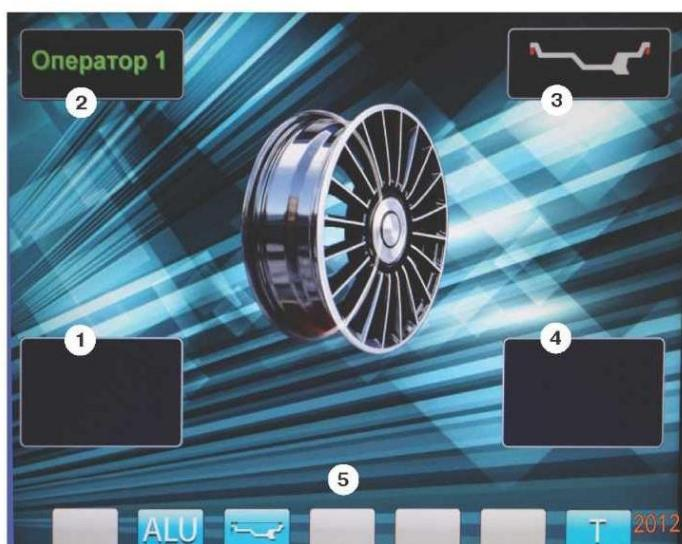

рис.8.2.
8.3. После включения питания СБ на экране монитора отображается фирменная заставка, которая через несколько секунд сменяется отображением экрана основного рабочего режима (рис. 8.2).
Для выбора схем расположения грузов в программах «ALU1-ALU5» необходимо, находясь в режиме основного рабочего экрана, нажать кнопку «ALU», при этом открывается окно схем установки грузов, отмеченные номерами рис. 11.3. Если после введения размеров колеса установился экран ввода геометрических параметров, необходимо перейти в экран основного рабочего режима нажатием кнопки «STOP». Для выбора нужной схемы нажмите кнопку верхнего ряда клавиатуры с соответствующим номером. Выбранная схема установки грузов отображается в окне 3 экрана основного рабочего режима (рис. 8.2).
12.2. При включении СБ программа измерения дисбаланса настраивается таким образом, что дисбаланс менее 5г ( заводская установка) на любой плоскости коррекции не показывается, в этом случае в окнах 1 и 4 (рис. 8.2)
12.3.4. Для проверки результатов балансировки снова запустите СБ. Если колесо отбалансировано правильно, на индикаторах 1 и 4 (рис. 8.2.) отображаются символы «OK».